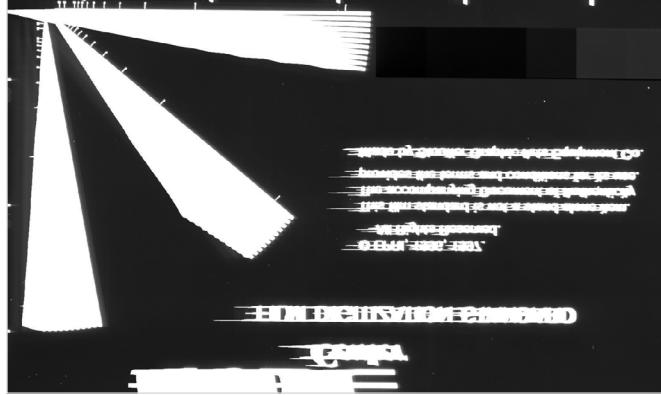

Рис. 1 – Размытие EPRI сканером Microtek MII 900 Plus при разрешении 300 dpi и максимальной экспозиции
- При разрешении 300 dpi и ниже может оцифровывать только неплотные снимки, так как при увеличении экспозиции (параметр «darkness» в TWAIN-драйвере устройства) происходит сбой и снимок размыивается, см. рисунок 1.